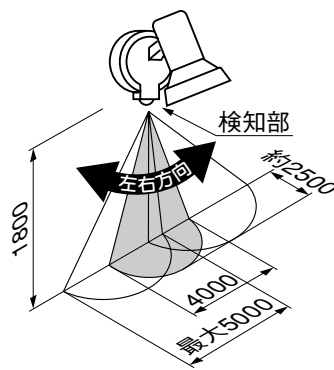

図1-3 左右検知範囲の目安
- 4 検知部を動かして、検知範囲を設定してください。(図1-2、図1-3参照)